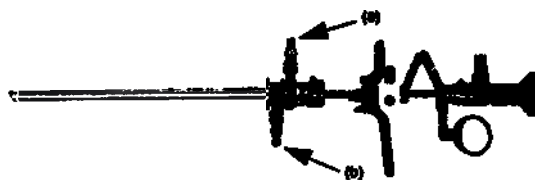

Рисунок 13: Подключение ирригационной трубки к входному и выходному порту
5. Подключить ирригационную трубку к входному порту на внутреннем тубусе (а) и к выходному порту на внешнем тубусе (b) (см. Рисунок 13).